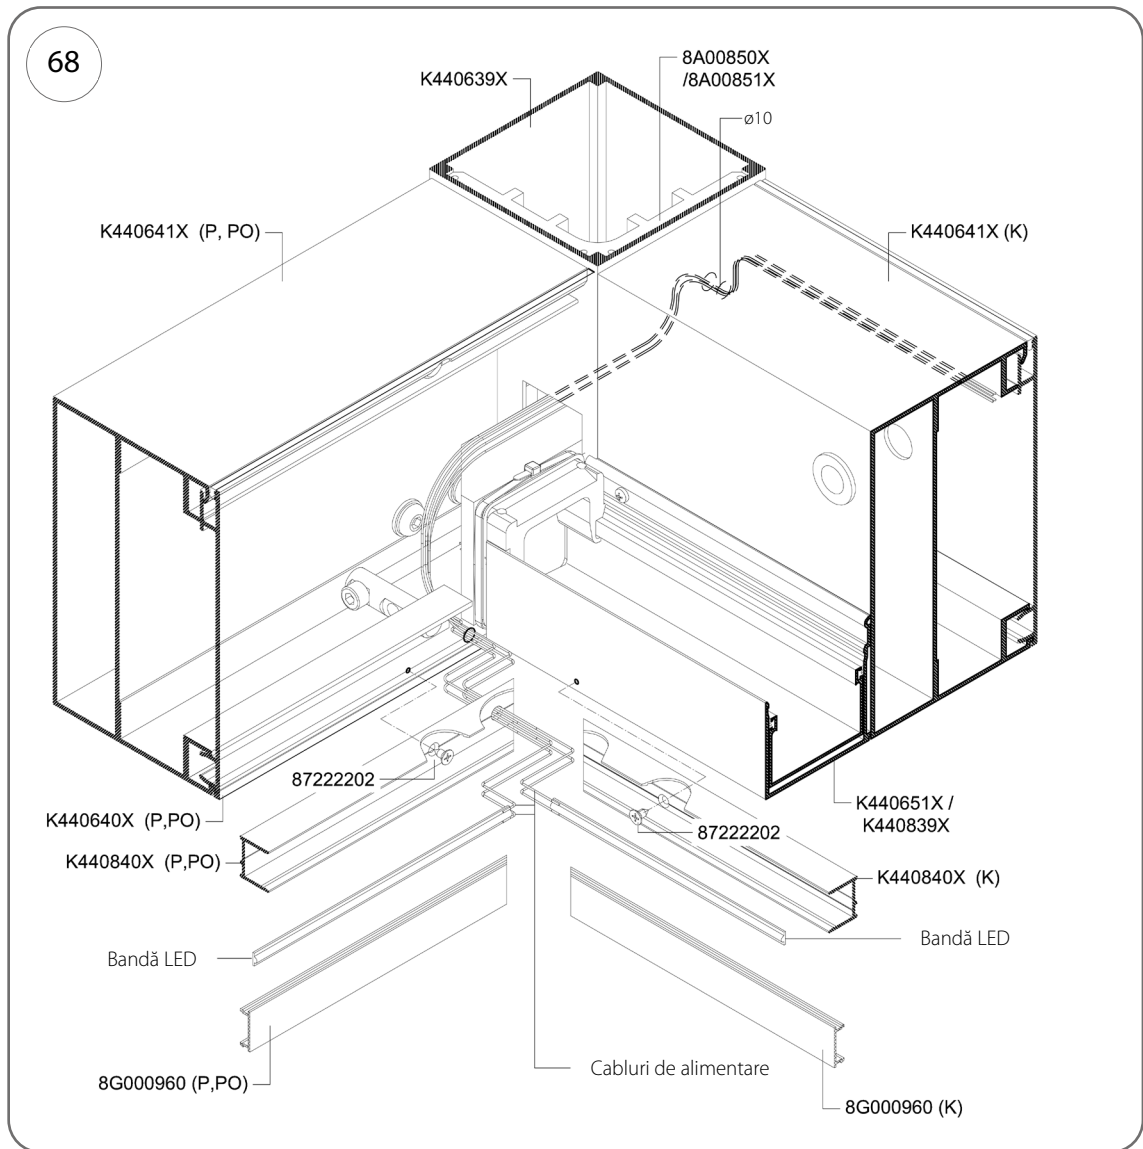

Fig. 68
3. Introduceți capetele cablurilor benzii LED prin orificiul cu diametrul de 8 mm în șipcă și prin stâlp până la căpriori (Fig. 68).